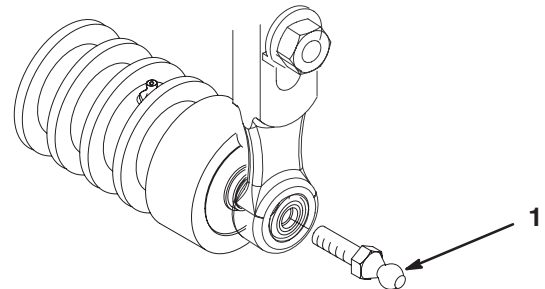

Bild 17
4. Drehen Sie einen Kugelbolzen in jedes Ende der Mähwerkvorderrolle (Bild 17).